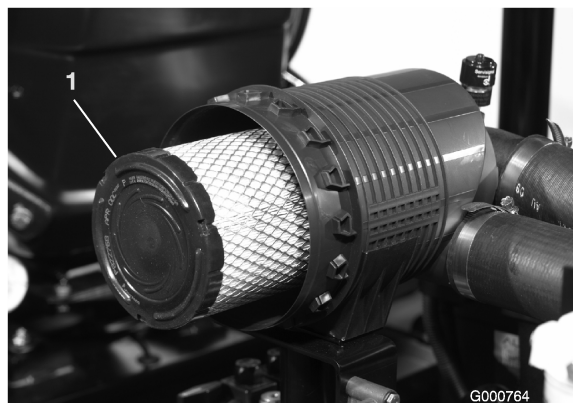

Figura 40
3. Retire y cambie el filtro primario (Figura 40).